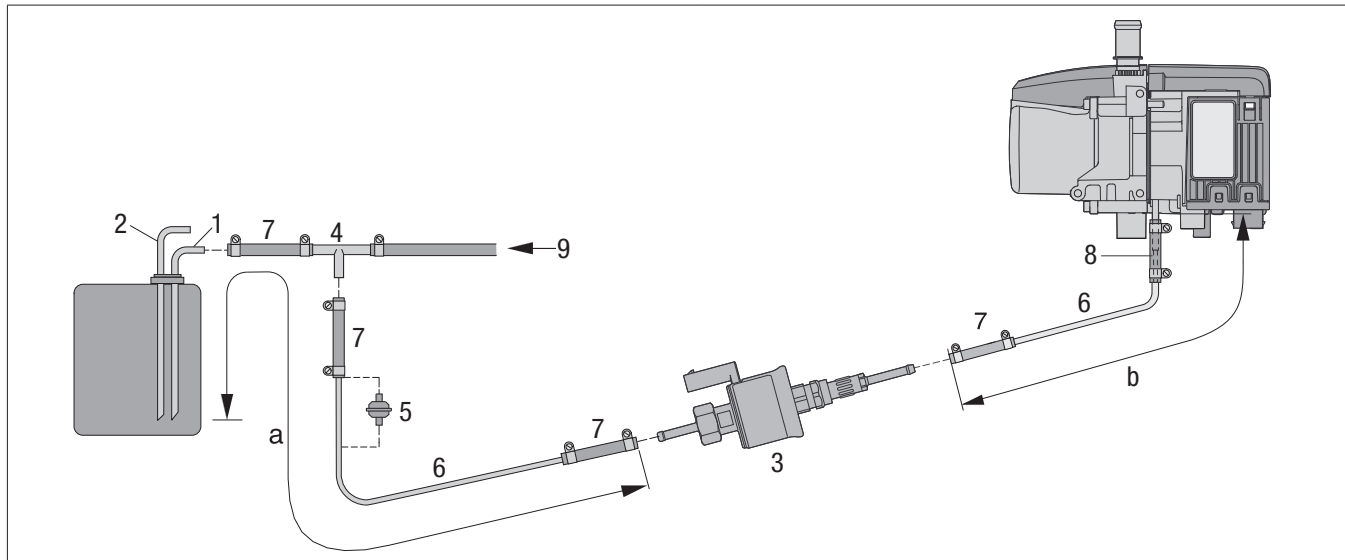

Figura 21
- Posición de instalación preferente: entre 15° y 35°, véase Figura 21.